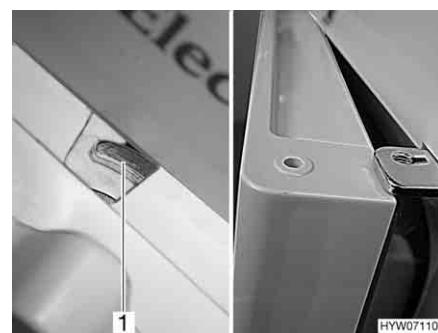

Fig. 154 Porta del frigorifero/del vano congelatore in posizione di ricircolo d'aria (serie Dometic 7 con vano congelatore separato)
- Spostare il dispositivo di bloccaggio completamente verso destra. La porta del frigorifero/porta del vano congelatore è bloccata con l'ausilio dell'arresto della porta (Fig. 154,1). In questo modo la porta del frigorifero/porta del vano congelatore rimane ferma in posizione socchiusa (Fig. 154).